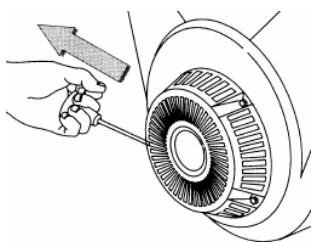

Рис. 3
5. Плавно вытянуть до упора трос ручного стартера за ручку (поз.2 рис.1) и вернуть в исходное положение (см. также рис.3)
7. При ручном пуске, придерживая генератор за раму, резко с интенсивным усилием вытянуть трос ручного стартера до упора (рис.3), повторив действие несколько раз при необходимости. Если двигатель не запускается, следует изменить положение рычага воздушной заслонки, сдвигая его вправо тем больше, чем выше температура двигателя и окружающего воздуха при использовании бензина или повторить кратковременное нажатие кнопки регулятора при работе на газе, затем повторить пуск. Включение электрического стартера производится поворотом ключа выключателя (поз.9 рис.1) в крайнее правое положение «ПУСК». Сразу после пуска двигателя отпустить ключ выключателя для обеспечения его самовозврата в среднее положение. При срабатывании защиты (поз.27 рис. 1) нажать сброс после остывания автоматического выключателя.